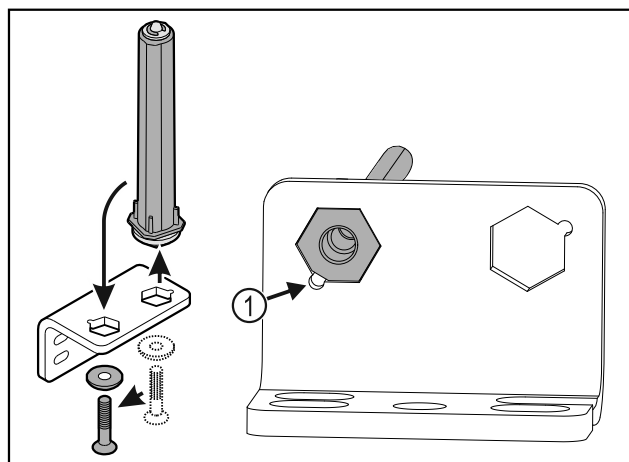

Fig. 33
- ▶ Ügyeljen arra, hogy felhelyezéskor a csapszeg élettörése Fig. 33 (1) a kerek furat felé mutasson.